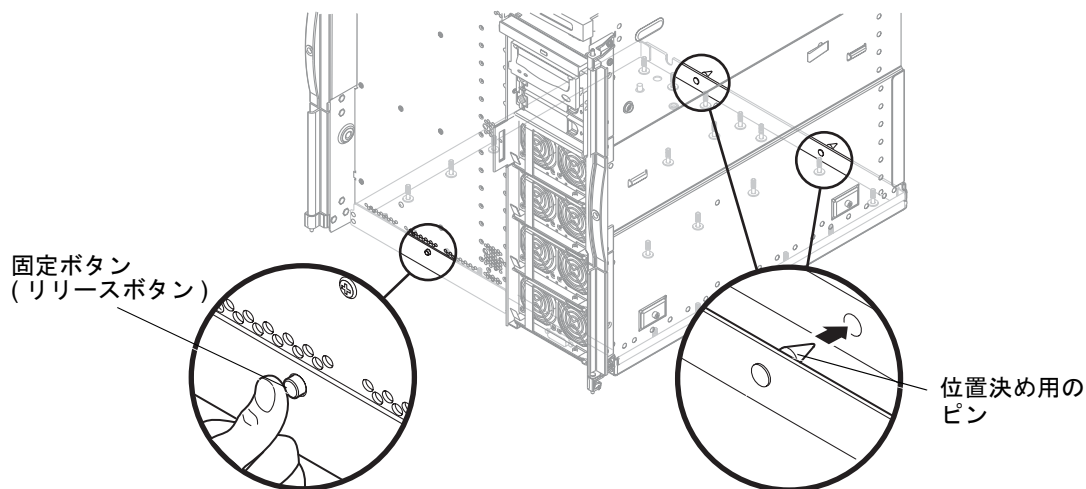

図 11-3 ベースプレーン固定ボタンの解除 (固定ボタンがある場合)
- システムに固定ボタン (リリースボタン) が付いている場合は、片手でベースプレーンを支えながら、シャーシ正面の固定ボタン (リリースボタン) を押します (図 11-3)。
18. ベースプレーンの正面側を下げて、手前に引っ張ります (図 11-3)。
3. 位置決め用のピンをシャーシ背面のスロットに挿入します (図 11-3)。